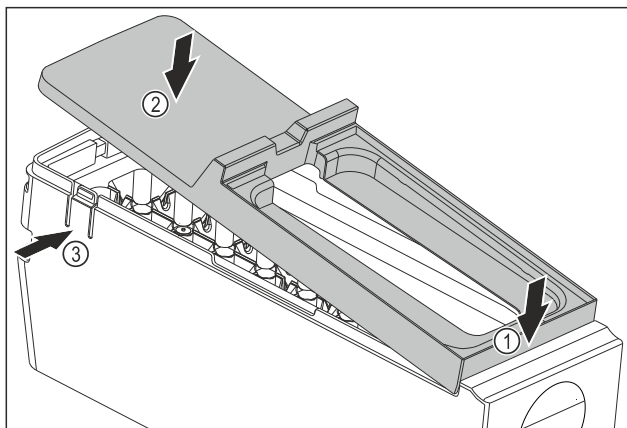

Fig. 215
- Montirajte poklopac tijela sustava EasyTwist-Ice: Postavite poklopac sprijeda. Fig. 215 (1)
- Spustite poklopac straga. Fig. 215 (2)
- Poklopac će se čujno uglaviti u oba jezička Fig. 215 (3).